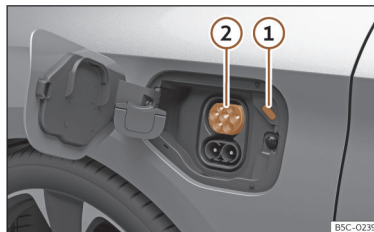

Fig. 60 Por trás da tampa de carregamento da bateria na parte dianteira esquerda: tomada de carregamento.
>>> Fig. 60
O LED (indicador do processo de carregamento) da tomada de carregamento pisca e emite cintilações brancas >>> Fig. 60 ① >>> Página 90.